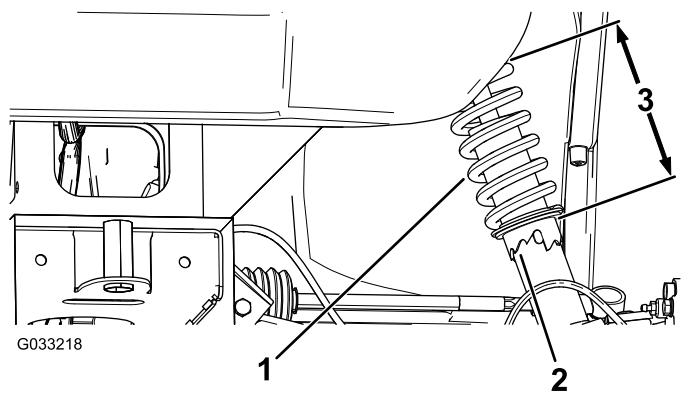

Figure 55
- Si le carrossage des roues n'est pas correct, utilisez la clé à ergots pour tourner le collet sur l'amortisseur et orienter la roue correctement (Figure 55).